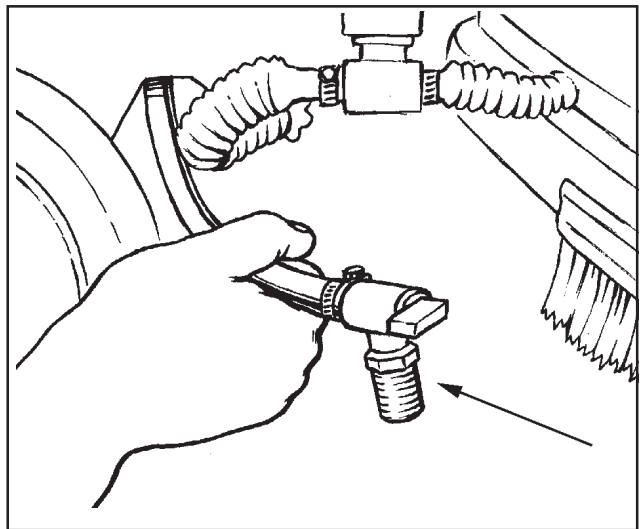

Figure 11
4. Pour vider le compartiment des batteries : (voir figure 11)